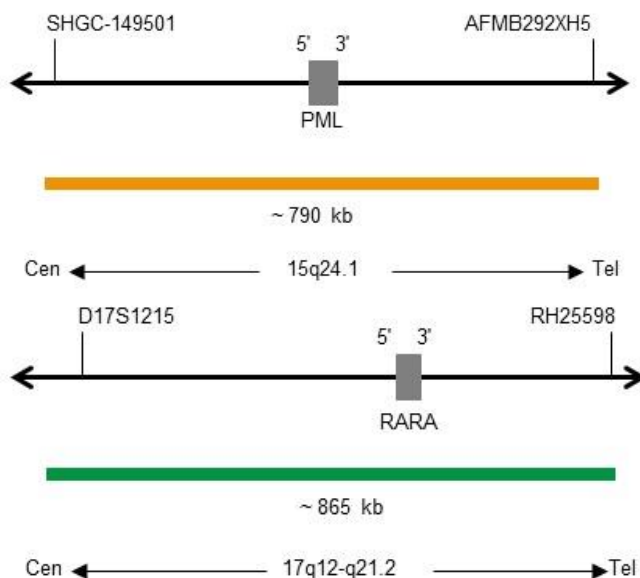

Abb. 1: Oben: SPEC PML Sondenlokalisierung; Unten: SPEC RARA Sondenlokalisierung (nicht maßstabsgetreu)
- ZyGreen (Anregung 503 nm/Emission 528 nm) markierten Polynukleotiden (~12,0 ng/ $\mu$ l), die gegen Sequenzen in 17q12-q21.2\* (chr17:37,953,503-38,818,030) gerichtet sind (siehe Abb. 1).
- ZyOrange (Anregung 547 nm/Emission 572 nm) markierten Polynukleotiden (~6 ng/ $\mu$ l), die gegen Sequenzen in 15q24.1\* (chr15:73,910,690-74,699,298) gerichtet sind (siehe Abb. 1).